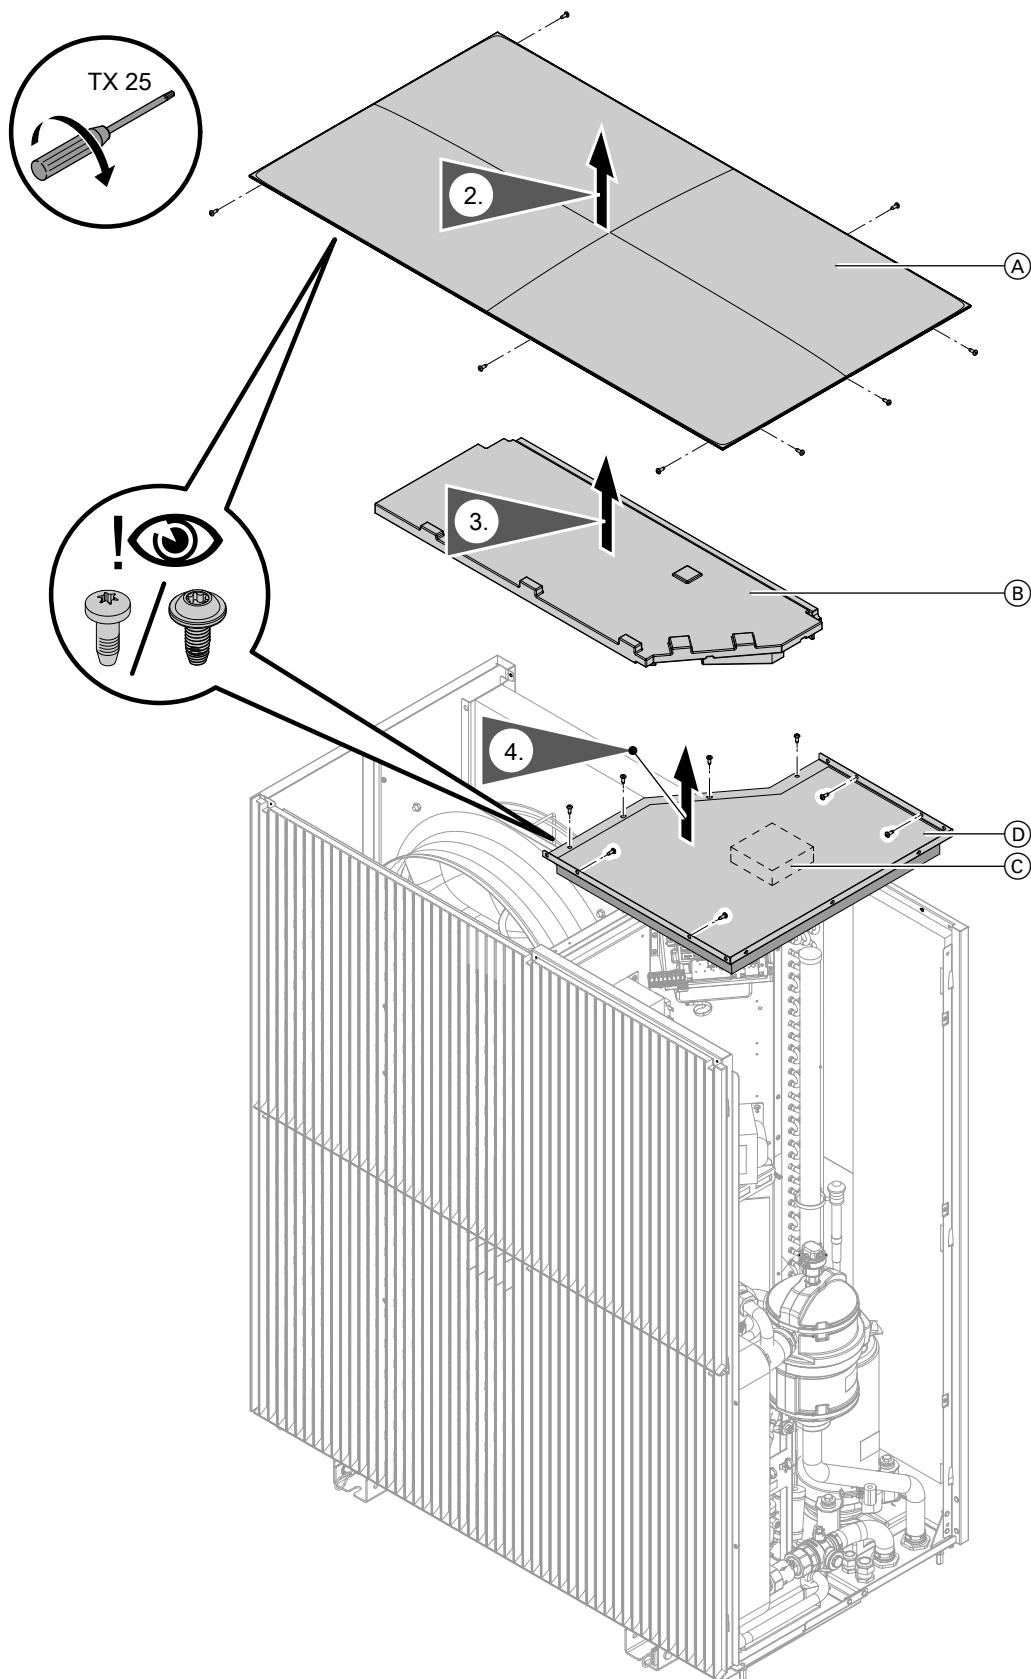

Abb. 108
7. Deckel abbauen: Siehe Abb. 108.
2. Deckel abbauen: Siehe Abb. 108.